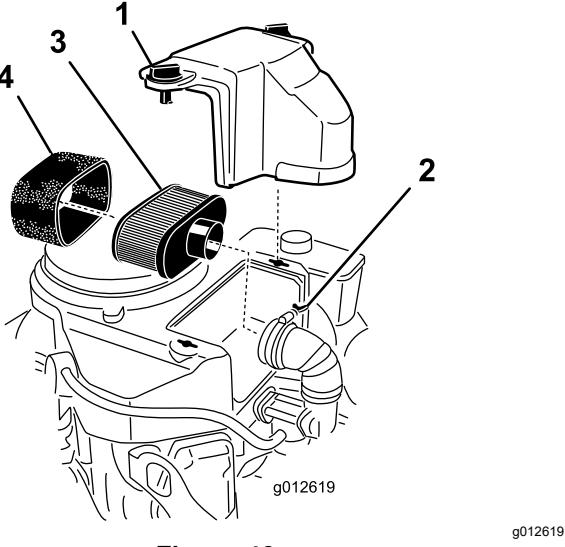

Figure 46
3. Nettoyez la surface autour du filtre à air pour éviter que des impuretés n'endommagent le moteur en tombant à l'intérieur (Figure 46).
4. Dévissez les boutons du couvercle et déposez le couvercle du filtre à air (Figure 46).
5. Dévissez le collier et déposez le filtre à air (Figure 46).
6. Sortez délicatement l'élément en mousse de l'élément en papier (Figure 46).
1. Glissez délicatement l'élément en mousse sur l'élément en papier (Figure 46).
2. Posez le filtre à air complet sur sa base ou sur le flexible et fixez-le en position (Figure 46).
3. Mettez le couvercle du filtre en place et serrez les boutons (Figure 46).
1. Nettoyez l'élément en papier en le tapotant pour faire tomber la poussière. Remplacez-le s'il est très engraissé (Figure 46).